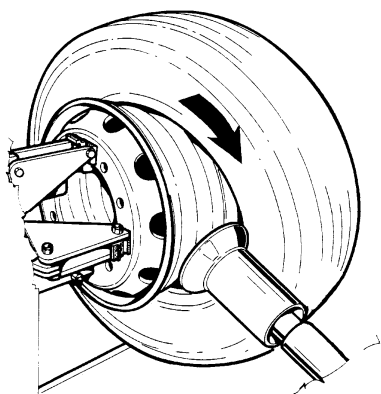

Fig.22
7. Continuer à tourner le mandrin en déplaçant le chariot porte-outil vers l'extérieur jusqu'à faire sortir les deux talons de la jante (Fig.21 et Fig.22).